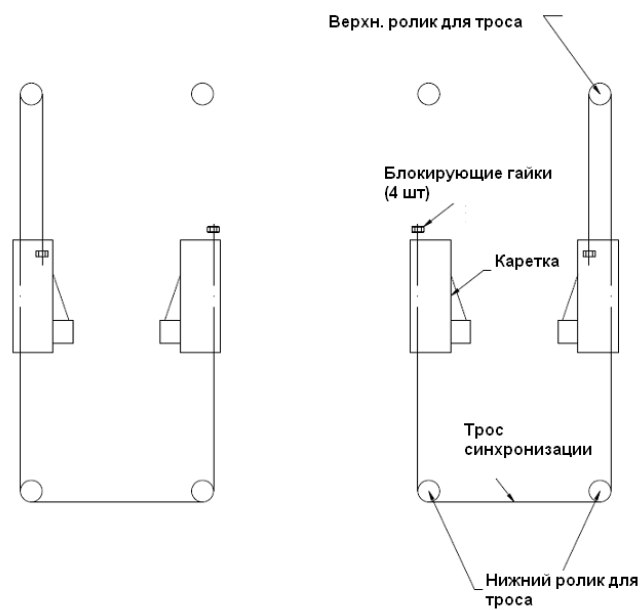

Рис. 2.1 - Установка тросов
12. Установите стабилизирующие тросы, руководствуясь рис. 2.1. Установите каретки на первую запорную защелку. Убедитесь, что обе каретки находятся на одинаковой высоте, измерив расстояние от верхней плоскости основания стойки до нижней плоскости каретки (проверьте надежность фиксации запорных защелок). Данное расстояние должно быть примерно 6 - 7 мм. Закрепите первый стабилизирующий трос на каретках: пропустите один конец троса через отверстие в первой каретке, накрутите гайку на штифт так, чтобы конец штифта прошел через нейлоновое кольцо гайки. Пропустите второй конец троса через отверстие во второй каретке, накрутите гайку. Затяните обе гайки. Аналогично проведите установку второго троса.